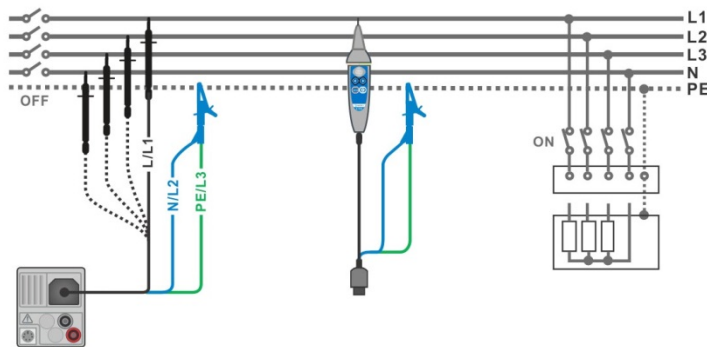

Рисунок 7.7: Подключение 3-проводного тестового кабеля и щупа с наконечником «commander» ( $U_N \leq 1$  кВ).
- › Подключите измерительный кабель к испытываемому объекту, см. рис. 7.7 и 7.8. Стандартный трехпроводный испытательный кабель, испытательный кабель типа «SCHUKO» или щуп с наконечником типа «Commander» могут использоваться для проверки изоляции с номинальными напряжениями испытаний до 1000 В включительно. Для проверки изоляции напряжением 2500 В должен использоваться 2-проводный кабель на 2500 В.